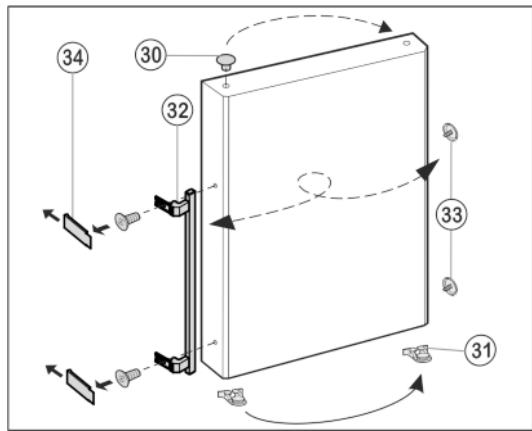

Fig. 11
- Витягніть пробки Fig. 11 (30) із втулок на дверцях і переставте їх.
- Зніміть ручку дверцят Fig. 11 (32), пробки Fig. 11 (33) та пластини\* Fig. 11 (34) і переставте на протилежний бік.